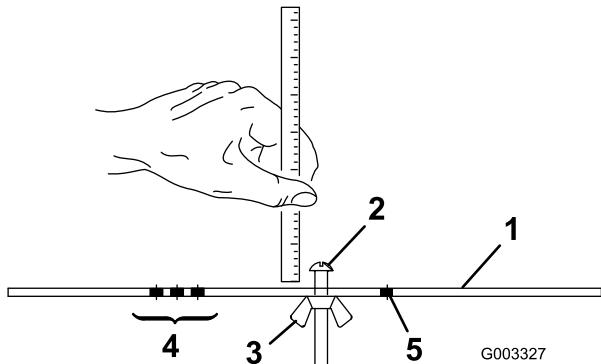

Figura 22
- Desaperte a porca da barra indicadora (Figura 22) e regule o parafuso de ajuste para a altura de corte desejada. A altura de corte corresponde à distância entre a parte inferior da cabeça do parafuso e a superfície da barra.